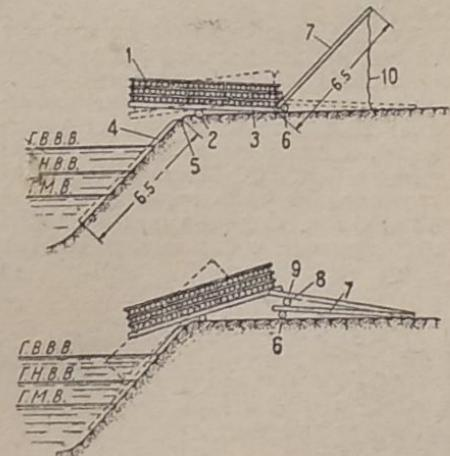

Рис. 4. Спуск членов, сплоченных на коромыслах:
Отличие состоит в том, что подкладки (3) (рис. 4), называемые в данном случае «коромыслами», располагаются так, чтобы их комлевая часть, укладывающаяся на берег, была на 0,6—0,8 м короче вершинной части, находящейся на весу. Толщина коромысел при кошмах объемом до 15 м3 должна быть не менее 28 см,
Спуск членов на воду производится с помощью ваг (рис. 4). При спуске под каждое членено укладываются окоренные слеги, а сзади него кладется подкладка (6) для ваг (7). Ваги имеют длину 6,5 м, толщину 16—18 см. К концам их привязывают веревки, служащие для подтягивания ваг в начале работы. При помощи двух ваг береговую часть кошмы приподымают. После того как первые ваги прижаты к земле, на них накатывают бревно (8) и под кошму закладывают вторые ваги (9). При подъеме кошмы вторыми вагами она начинает двигаться по коромыслам, а затем по слегам попадает (соскальзывает) в воду. Если после подъема кошмы вторыми вагами она не начинает двигаться, то ее сталкивают рычагами.